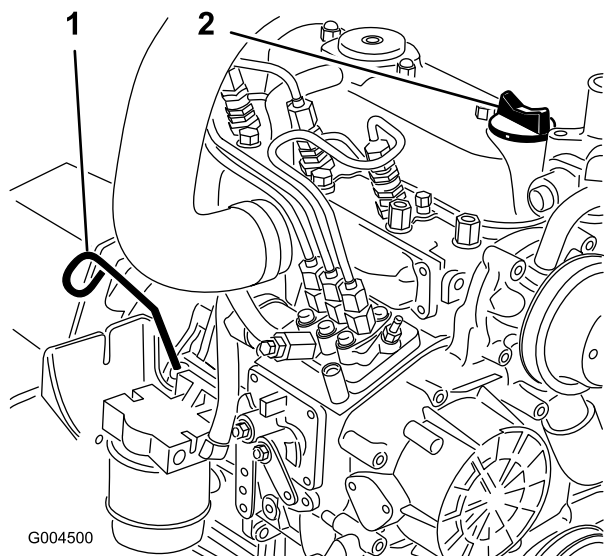

Figura 45
2. Togliete l'asta di livello (Figura 45), tergetela e reinsertela. Rimuovete l'asta e controllate il livello dell'olio.
3. Se il livello dell'olio non raggiunge il segno di pieno, togliete il tappo di riempimento (Figura 45) e rabboccate con olio fino a portarlo al segno Full sull'asta di livello.